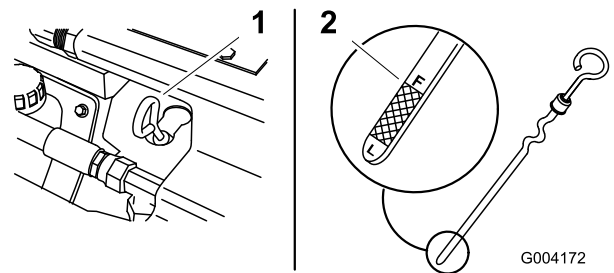

Figura 15
4. Limpie alrededor de la varilla de aceite (Figura 15).
5. Retire la varilla y limpie el extremo metálico (Figura 15).
6. Introduzca la varilla a fondo en el tubo de la varilla (Figura 15).